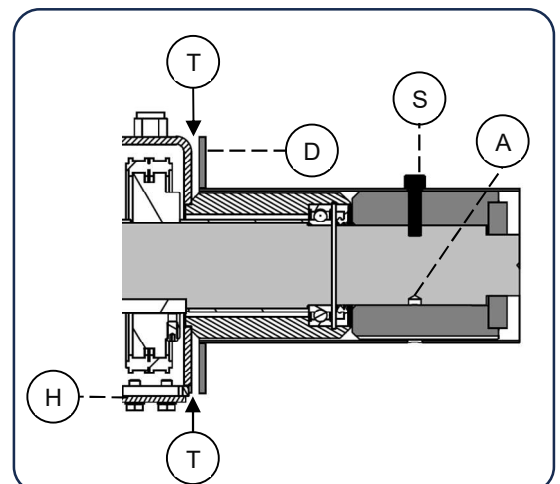

Bild.44
Steg 2, Bild.44: Använd två stycken brytjärn (T) och placera dessa mellan borsttrummans fläns (D) och kedjedrivhuset (H), pressa och bryt loss borsttrumman från drivaxeln.
Steg 6, Bild.44: Fixera borsttrumman genom att återmontera skruven (S) på borsttrumman.